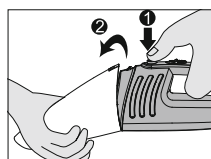

Fig. 9
1. Tenere l'apparecchio su una pattumiera. Premere il pulsante di sblocco (1) del contenitore raccogli-polvere (2) e rimuovere il contenitore (fig. 9).